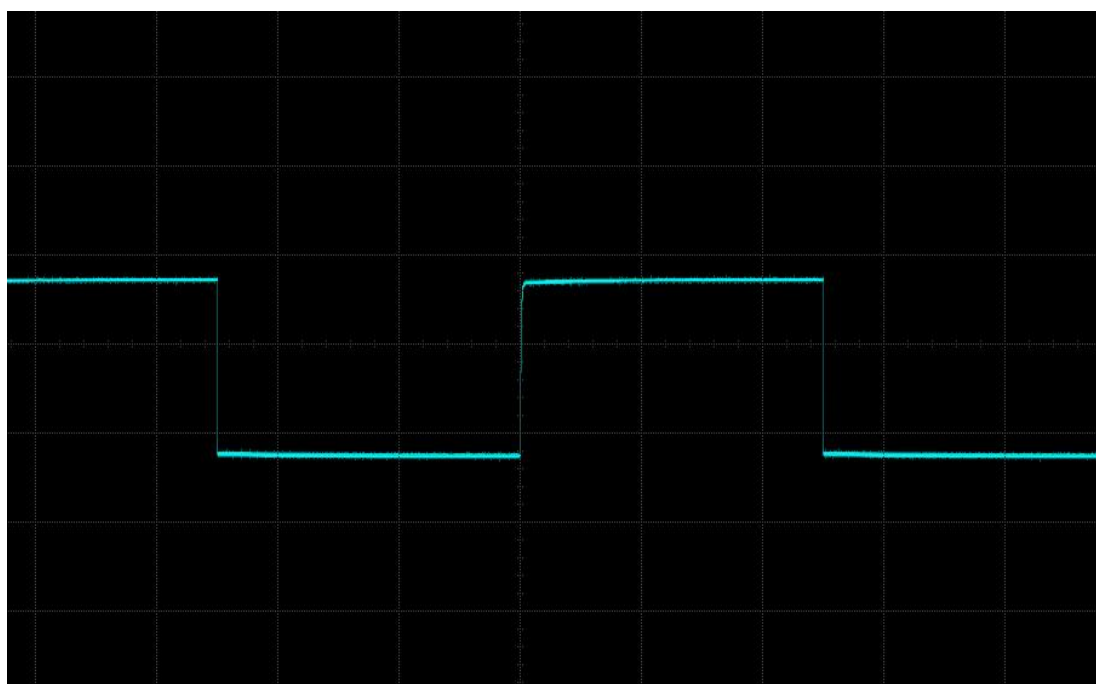

Рисунок 2-12. Компенсация пробника
- 5) Нажмите кнопку или вручную отрегулируйте вертикальную чувствительность формы сигнала и строчную развертку. Следите за формой сигнала. См. рисунок 2-12.